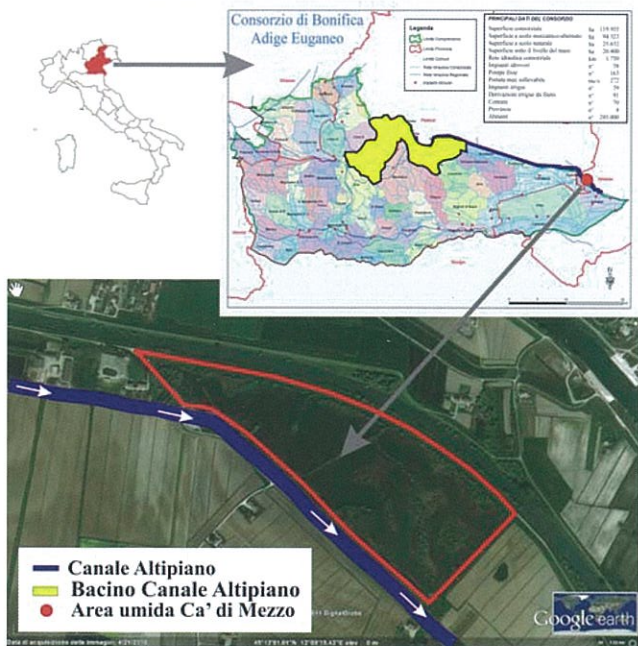

Figura 1 Localizzazione dell'area umida di Ca' di Mezzo
**Il Canale Altipiano** (linea blu figura 1) del Consorzio di Bonifica Adige Euganeo che alimenta l'area umida di Ca' di Mezzo, drena un **sottobacino di 8930 ha** (area gialla fig.1) e trasporta mediamente in laguna di Venezia  **$21,0 \times 10^6 m^3$**  di acque contenenti **60,0 t** di Azoto Totale e **1,5 t** di Fosforo Totale.